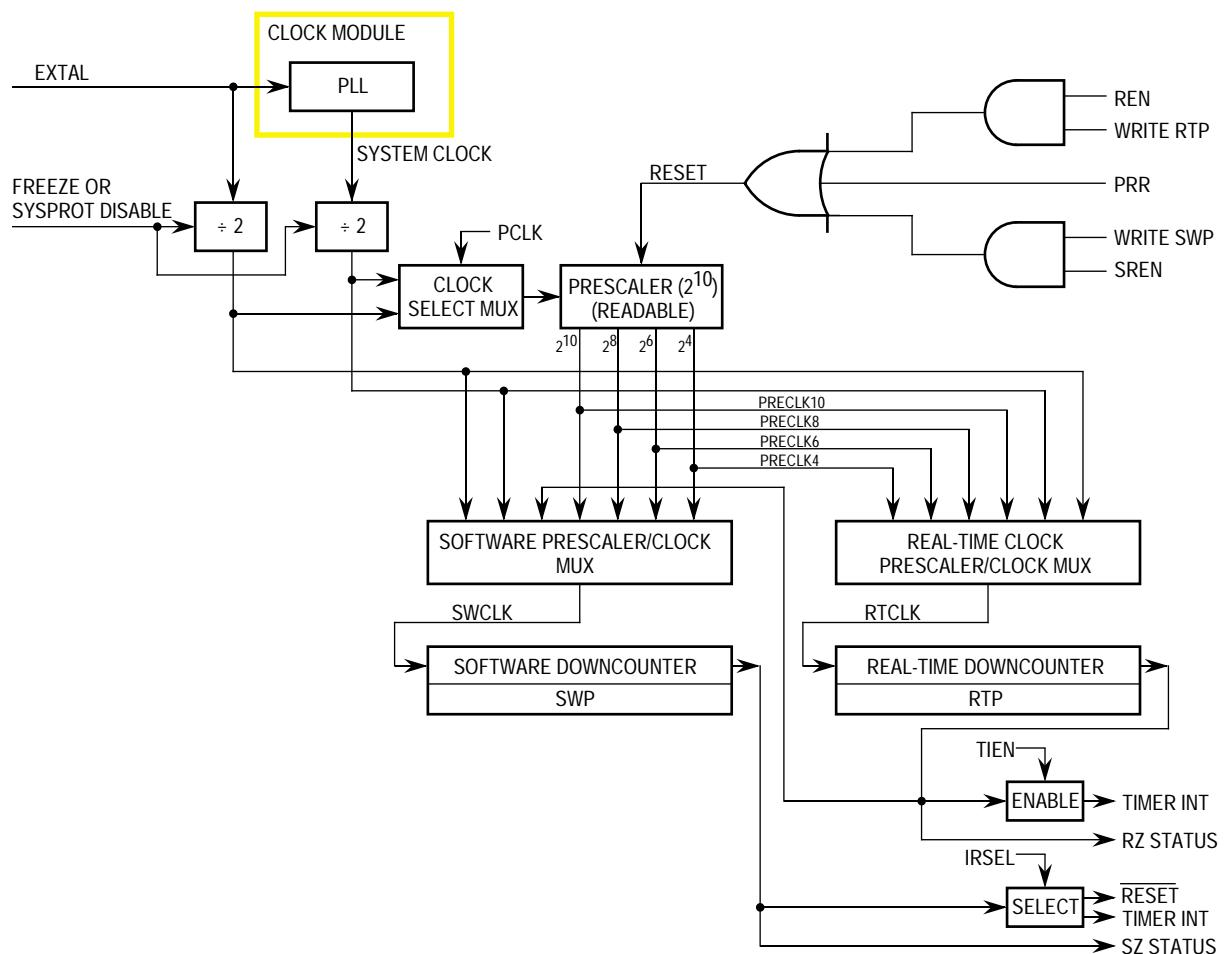

図 8 ソフトウェア・ウォッチドッグ、リアルタイム・クロックおよびプリスケーラ
SLIM システム保護タイマ・セクションには、システム・プリスケーラを共有する 1 組のダウンカウンタがあります。図 8 を参照してください。
2. クロックソースは図 8 「ソフトウェア・ウォッチドッグ、リアルタイム・クロックおよびプリスケーラ」および表 21 「ソフトウェア・ウォッチドッグとリアルタイム・クロック制御の設定」を参照してください。